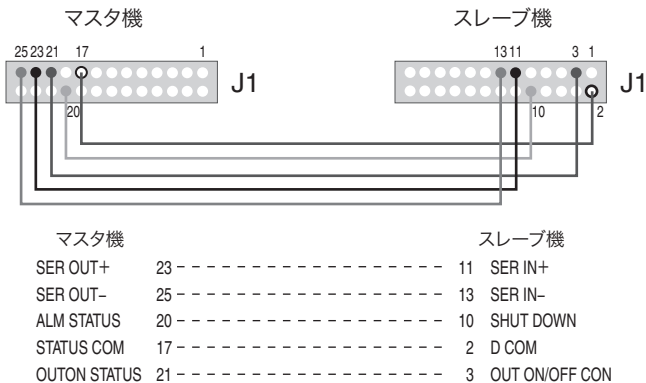

図 5-2 直列運転の接続
マスタ機のアラームが作動した場合は、図 5-2 のようにマスタ機の ALM STATUS とスレーブ機の SHUT DOWN を接続することにより、スレーブ機をアラーム状態にしてシステム全体の OUTPUT を OFF または POWER スイッチを OFF します。
ワンコントロール直列運転は、本機2台を図5-2のように接続します。
2. 後面パネルのJ1 コネクタを図5-2のように接続します。